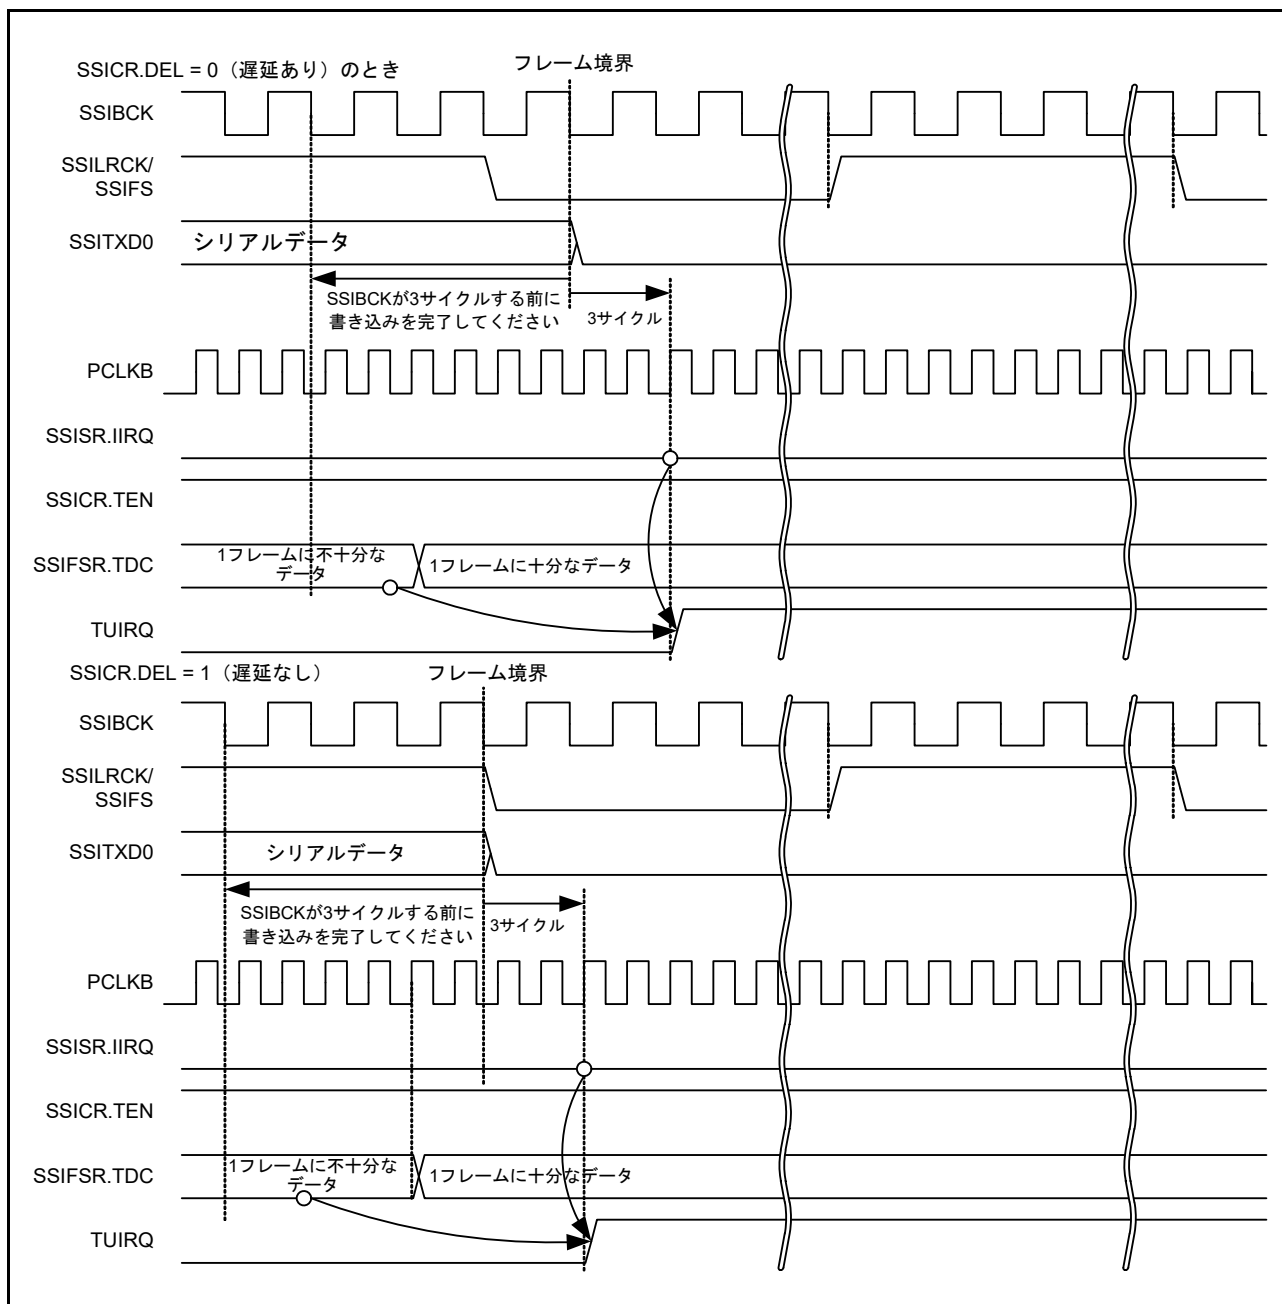
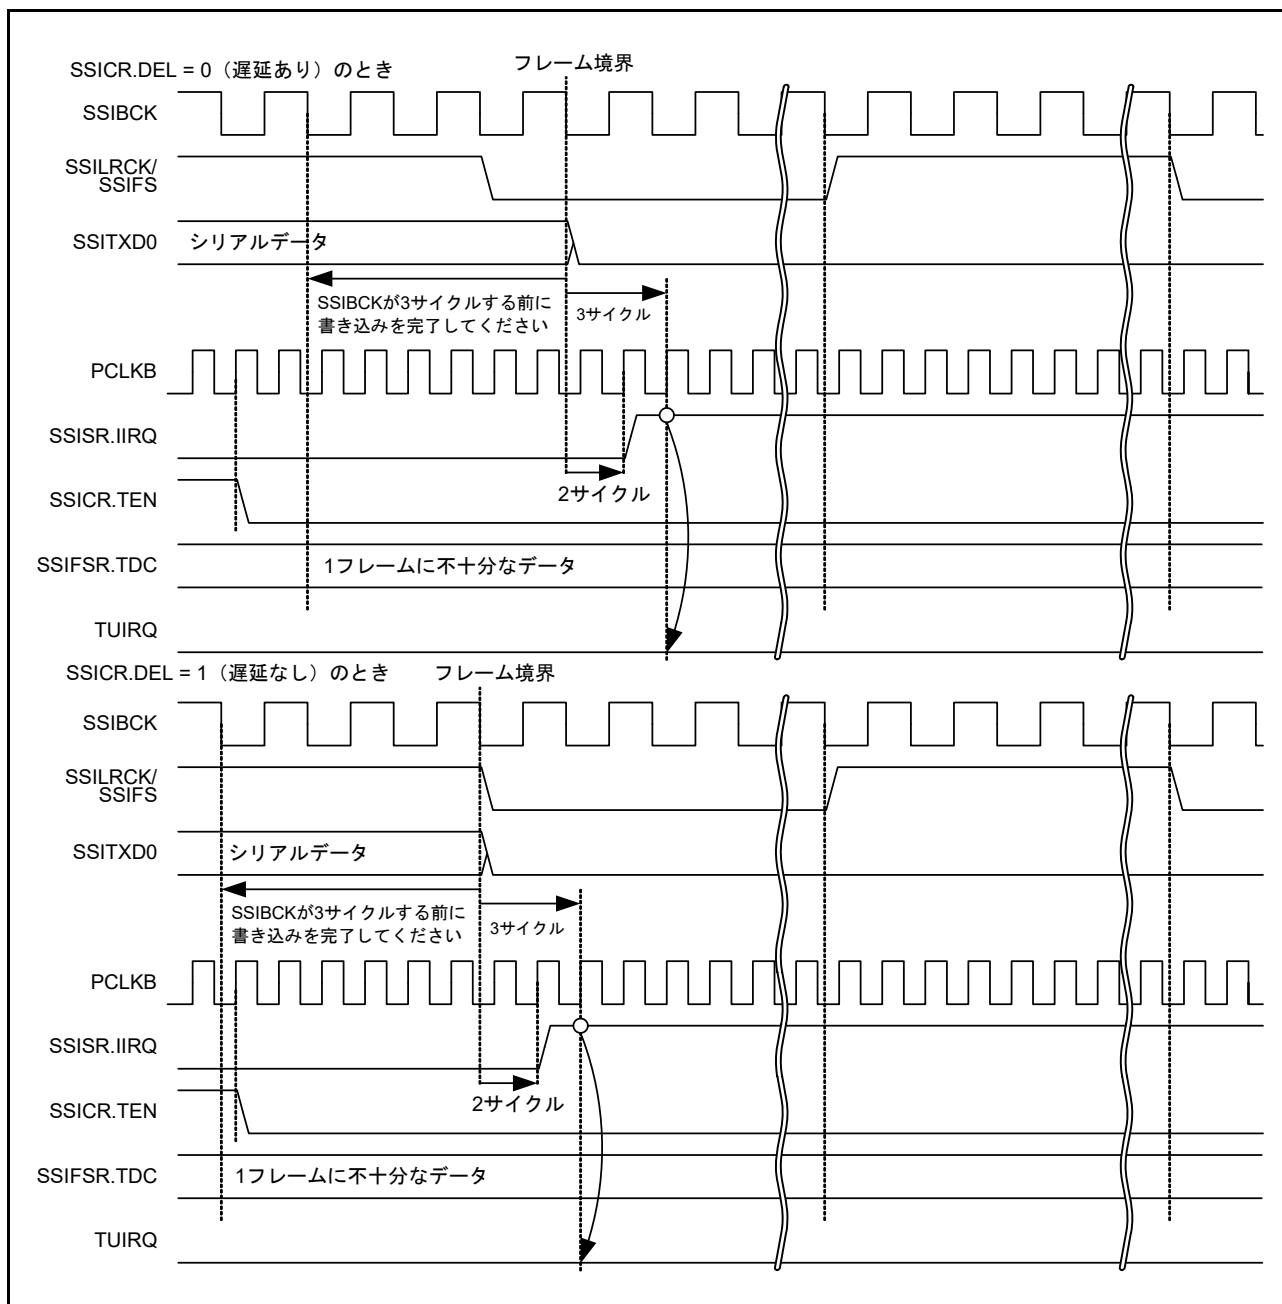

図 33.18 TUIRQ 設定タイミング (通信が継続する場合)
図 33.19 TUIRQ 設定タイミング (通信が停止する場合)
- フレーム境界を越えて通信が継続する場合に、次のフレームに必要な送信データが SSIFTDR に書き込みされなかったとき。詳細は、図 33.18 および 図 33.19 を参照してください
- フレーム境界から PCLKB の 3 サイクルが経過したとき。詳細は、図 33.18 を参照してください